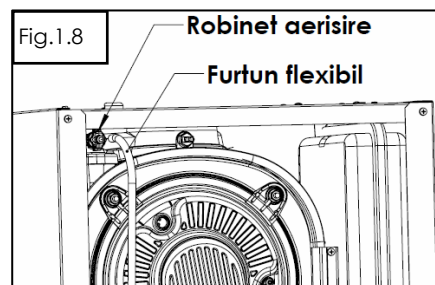

Fig.1.8
- se monteaza un furtun flexibil cu D int = 9mm la aerisitorul manual - fig. 1.8 (in cazul centralelor fara aerisitor automat)